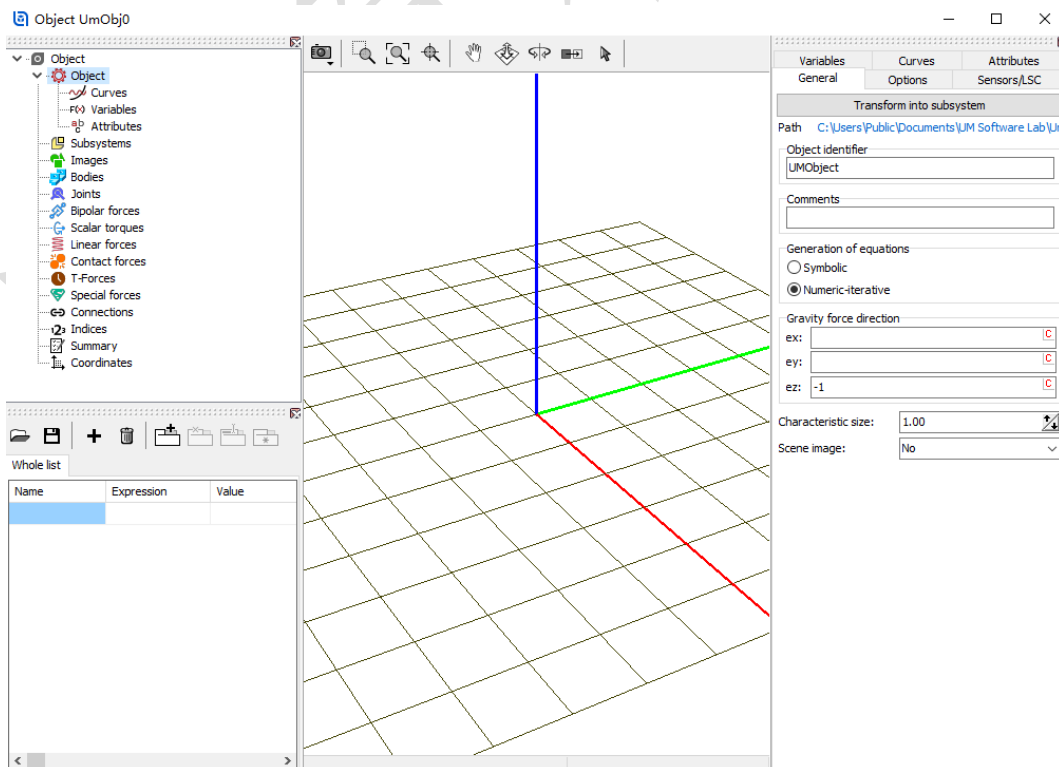

图 2-3
- 2) 选择主菜单 **File** → **New object**，新建一个 UM 模型，缺省名称为 **UmObj0**。这时出现 **UM Input** 建模主窗口，左侧上部是模型树（层次结构），下部是参数表（参数化建模），右侧为交互界面（输入和修改模型数据），中间为动画窗口（显示三维模型），如图 2-3 所示。左侧模型树选中的对象决定了动画窗口和交互界面显示的内容，当前模型没有任何对象，因此只显示了总体坐标系（惯性参考系，Base0 坐标系），辅助网格缺省位于 X-Y 平面。